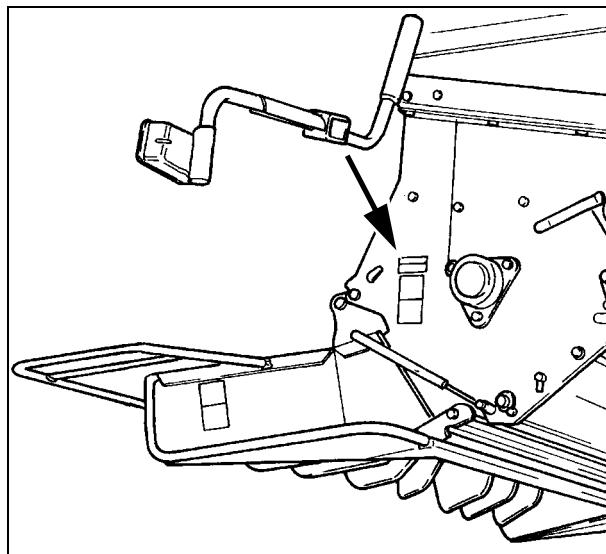

Рис. 5
**Идентификация соломорезки (при наличии) - Рис. 5**